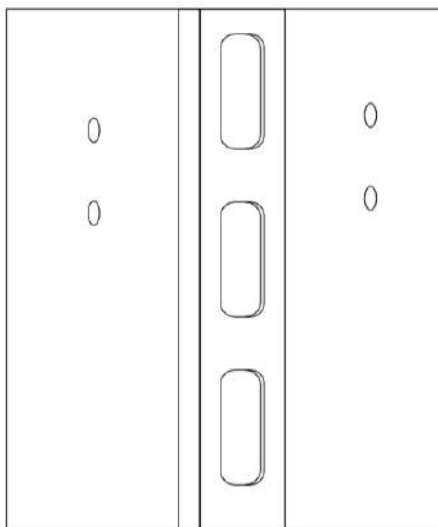

Fig. 12 – Låsmekanism på pelare
7. Res nu upp tvärbalken och montera av låsmekanismen på pelaren så tvärbalken kan installeras mellan pelarna. Skjut nu in tvärbalken i pelaren (**PASSA PÅ SÅ ATT NI INTE VÄLTER PELAREN**) i bägge sidor och installera låsmekanismen således att den klickar ned genom tvärbalken som visat i fig. 13. Fig. 12 visar låsmekanismen på pelaren.